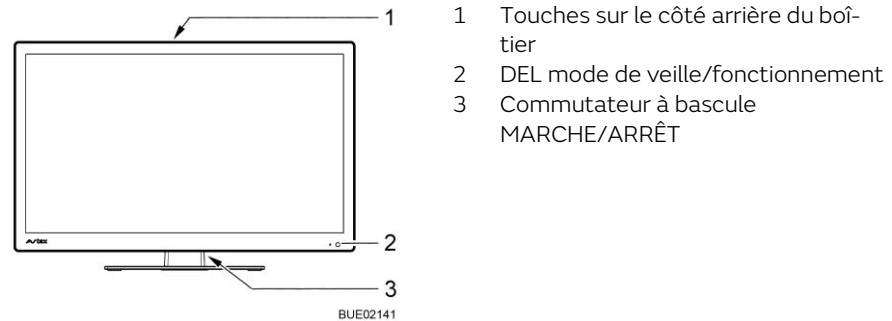
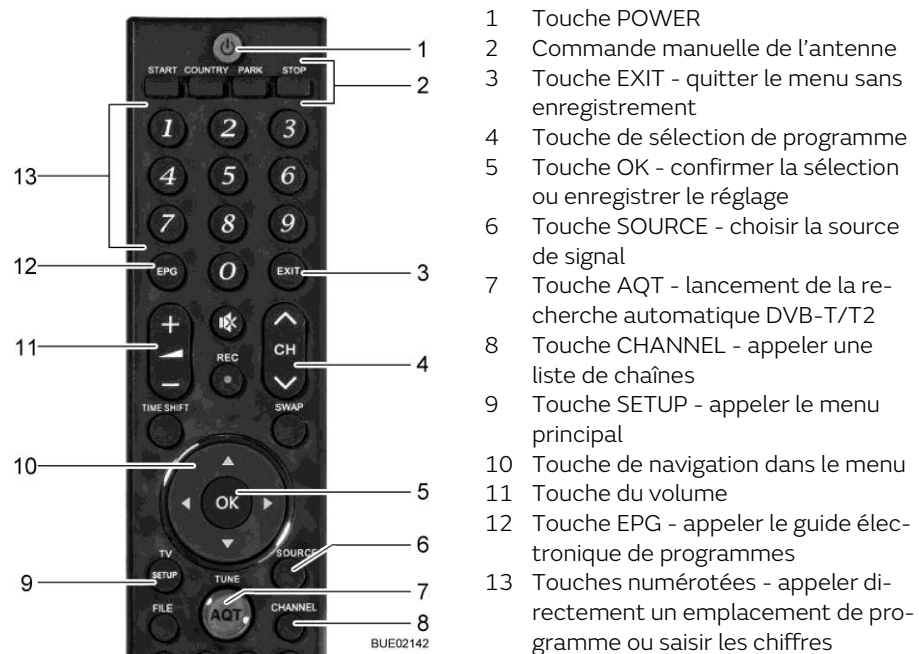

Fig. 60 Commande à l'écran plat
Fig. 61 Télécommande
- Positionner le commutateur à bascule (Fig. 60,3) en face arrière de l'écran plat sur MARCHE. Le système passe dans le mode de veille. La DEL (Fig. 60,2) s'allume en rouge.
- Appuyer sur la touche POWER (Fig. 61,1) de la télécommande. La DEL (Fig. 60,2) s'allume en bleu.
- Appuyer sur les touches de sélection de programme (Fig. 61,4 ou Fig. 61,13) jusqu'à ce que le programme de télévision désiré soit choisi.
- Appuyer sur la touche SOURCE (Fig. 61,6) jusqu'à ce que la source de signal désirée soit choisie.
- Appuyer sur la touche PARK (Fig. 61,2). L'antenne se met en position rangée.
- Appuyer sur la touche SOURCE (Fig. 61,6) jusqu'à ce que la source de signal désirée (telle que DVD) soit choisie.
- Appuyer sur la touche POWER (Fig. 61,1) de la télécommande. Le système passe dans le mode de veille. La DEL (Fig. 60,2) s'allume en rouge.
- Positionner le commutateur à bascule (Fig. 60,3) en face arrière de l'écran plat sur ARRÊT.